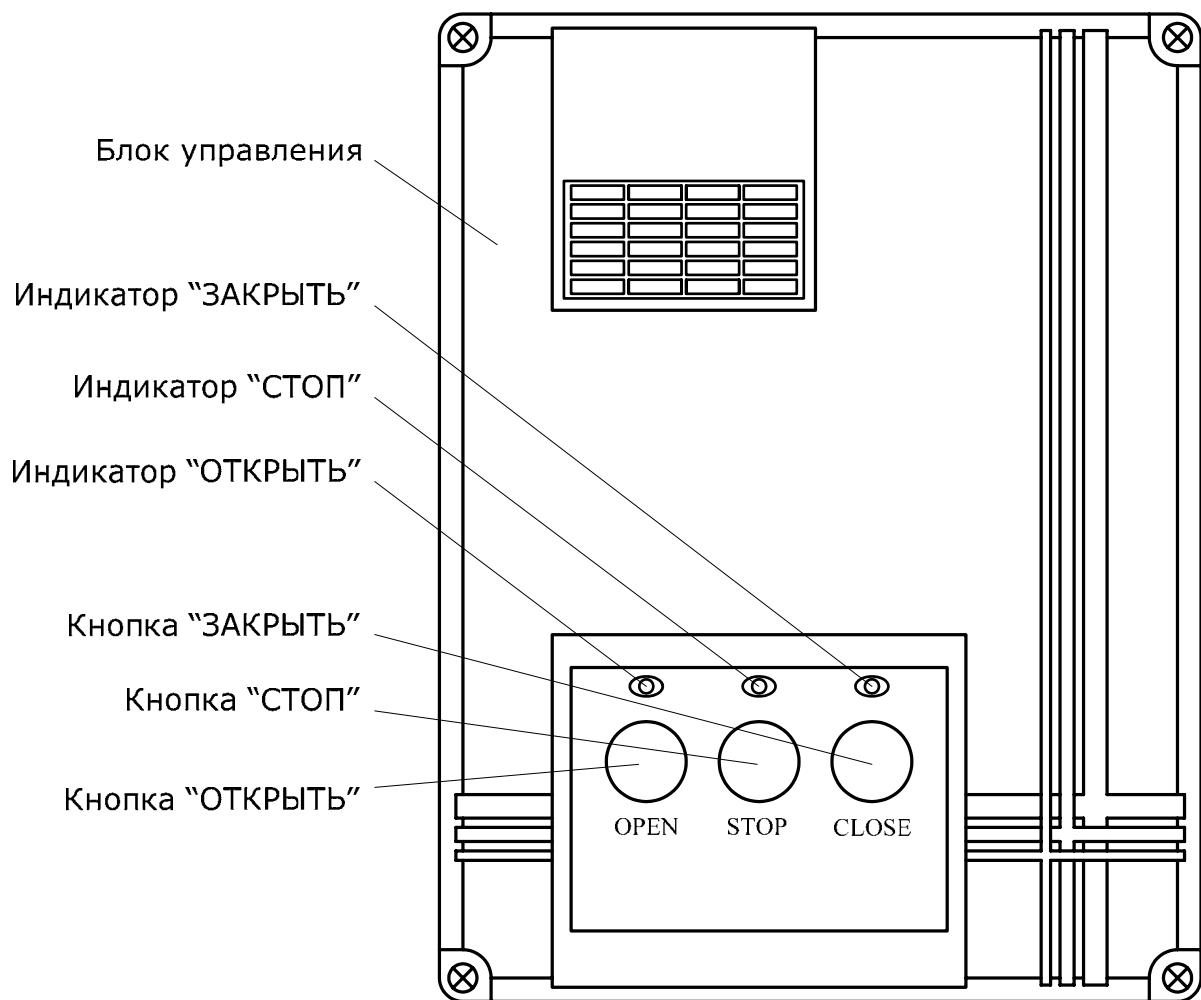

Рис. 8. Панель блока управления
- Сразу при подаче напряжения питания на панели блока управления загорится индикатор "СТОП" (рис. 8). Если индикации нет, отключите шлагбаум и внимательно проверьте все подключения (сверьтесь с разделом «Неисправности и рекомендации по их устранению»).
- Если к шлагбауму подключены фотоэлементы, необходимо проверить приемник (RX). Если индикатор приемника не светится или моргает, это означает, что сигнала нет или сигнал прерывается из-за неточной регулировки фотоэлементов.
Посредством панели блока управления (рис. 8) обеспечивается индикация состояния шлагбаума и осуществляется управление шлагбаумом.